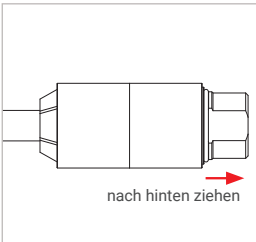

Abbildung 4
- ▶ Ziehen Sie leicht am Adaptergehäuse (Pos. 1) (Roter Pfeil *Abbildung 4*) entgegen der Anschlussrichtung um sicherzustellen, dass der Adapter richtig angeschlossen ist.